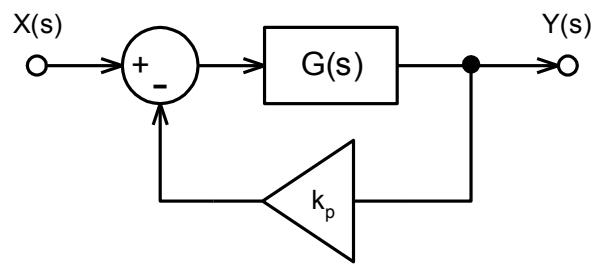

Figura 5.5: Estrutura usada na análise de lugar das raízes
- f) A função **rlocus** do MATLAB utiliza a estrutura mostrada na figura 5.5.